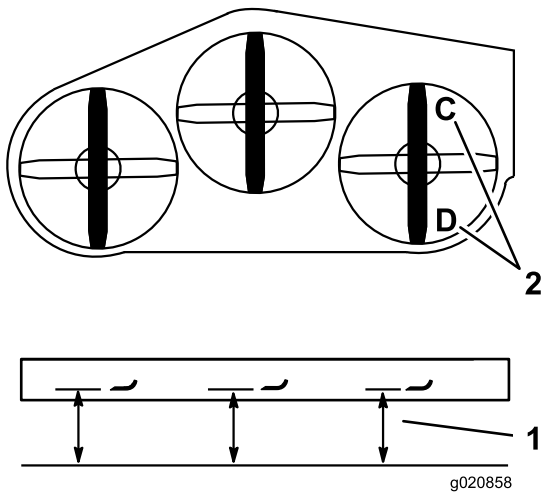

Figure 84
1. Tournez la lame droite dans le sens longitudinal (Figure 84).
2. Mesurez et notez la distance au point **C** entre la surface plane et le tranchant de la pointe de la lame droite (Figure 84).
3. Mesurez et notez la distance au point **D** entre la surface plane et le tranchant de la pointe de la lame droite (Figure 84).
4. La lame doit être plus basse de 6 à 10 mm au point **C** qu'au point **D** (Figure 84). Si ce n'est pas le cas, passez aux opérations suivantes.